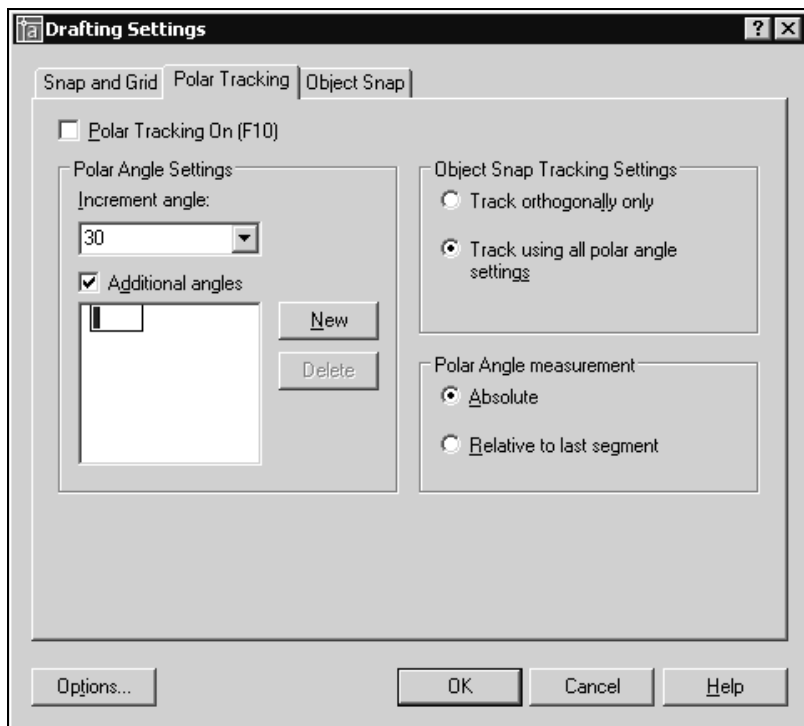

Рис. 14.7. Диалоговое окно настройки опорных полярных углов
2. На этой вкладке установите флажок **Polar Tracking On** (Полярное отслеживание Вкл) для активизации режима отслеживания опорных полярных углов (рис. 14.7).